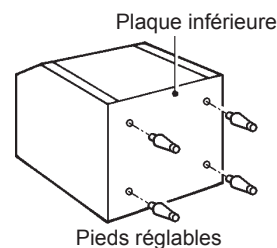

Fig. 3
- Visser à fond les quatre pieds fournis (accessoires de bac) au dessous du bac de stockage. Voir fig. 3.